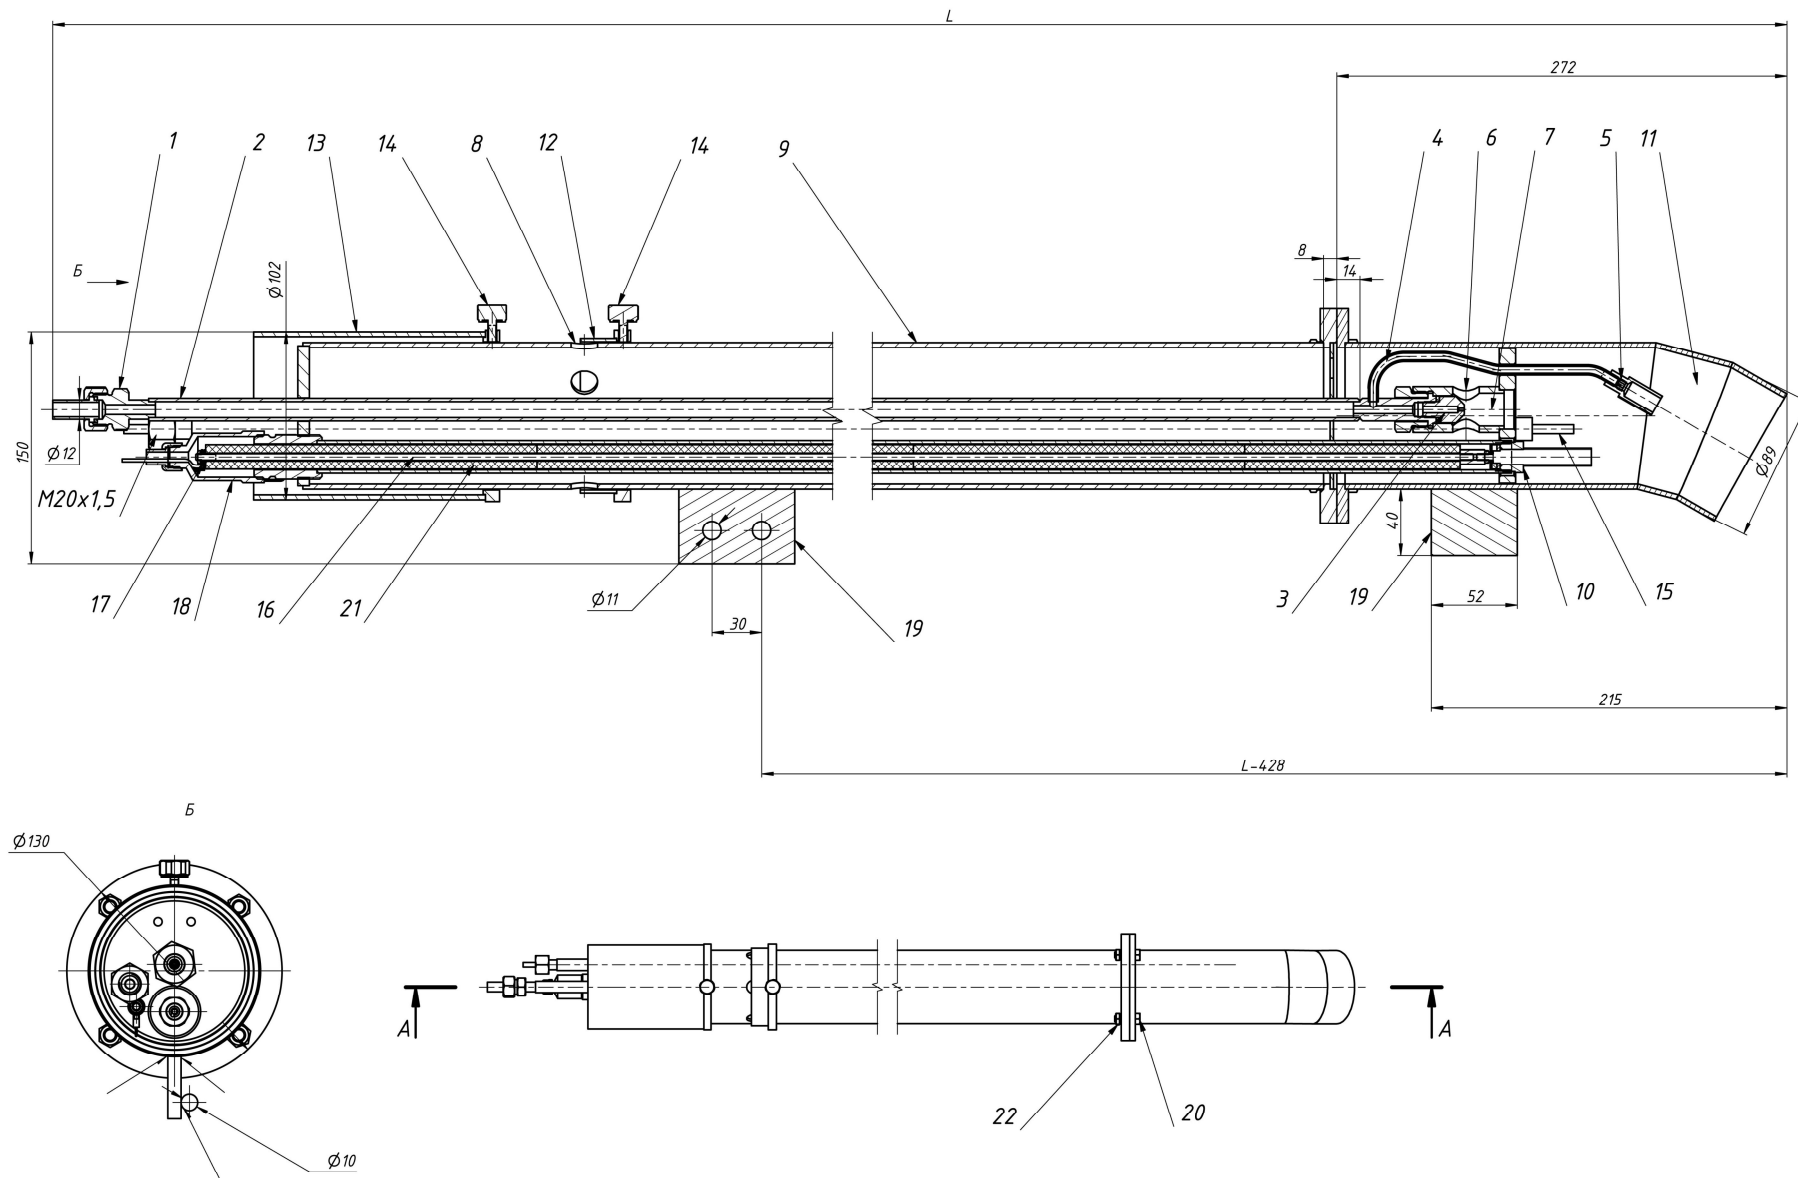

Рис. 1. Общий вид запальной горелки ЭКВ-ТВ-ФН1.
Количество воздуха, поступающего в горелку, регулируется (при пусконаладочных работах) перемещением передвижного регулировочного кольца 12 (см. рис. 1).
1. Демонтаж стабилизатора (поз. 11) – см. Рис. 1.